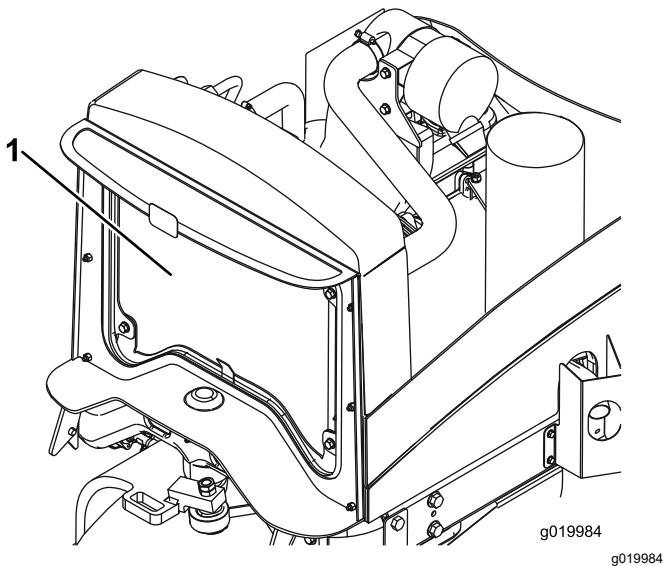

Bild 61
2. Reinigen Sie beide Seiten des Kühlers bzw. Ölkühlers gründlich mit Druckluft (Bild 61).